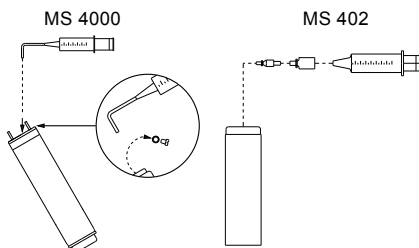

Abb. 3 Position des Motors während des Befüllens, MS 4000 und MS 402
1. Den Unterwassermotor wie in Abb. 3 positionieren. Die Einfüllschraube muss sich am höchsten Punkt des Motors befinden.
3. Flüssigkeit, wie in Abb. 3 gezeigt, mithilfe der Füllspritze in den Motor einfüllen, bis die Flüssigkeit aus der Einfüllöffnung wieder austritt.